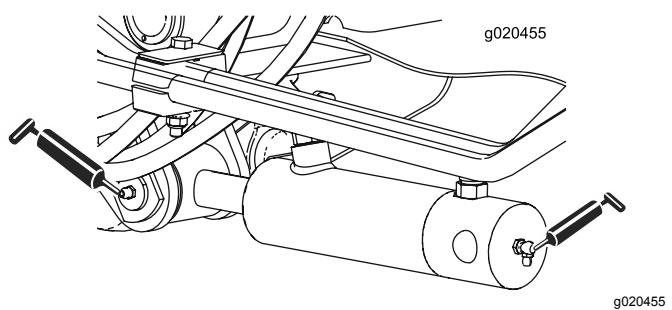

Bild 67
- Hubarmzylinderbüchsen (2) (Bild 67)